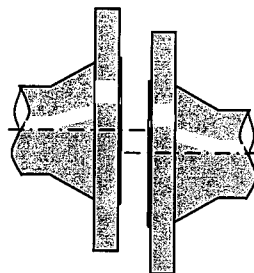

図3 軸差がある
- 相対するフランジの軸差があると、ガスケットが正しい位置にセッティングできないため修正してください。（図3参照）